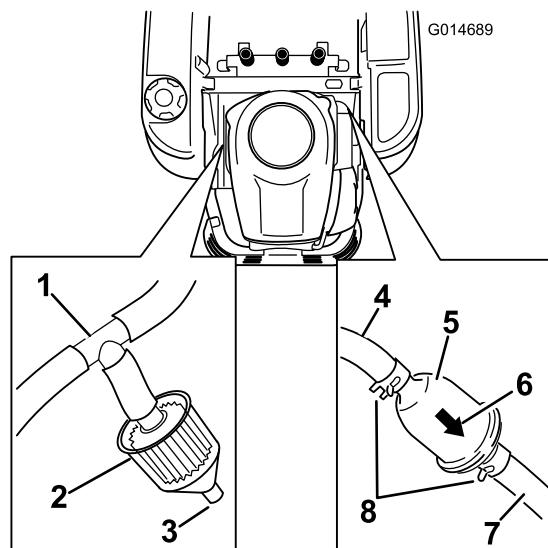

Figura 36
3. Sollevate il sedile e individuate i filtri del carburante come mostrato in Figura 36.
4. Premete le estremità delle fascette stringitubo ed allontanatele dal filtro (Figura 36).
6. Montate un nuovo filtro con la freccia della direzione del flusso proveniente dal serbatoio del carburante e rivolta verso il motore. Spostate le fascette stringitubo in prossimità del filtro (Figura 36) per bloccarlo.
Alcune macchine sono dotate di filtro delle emissioni (Figura 36) collegato ad un raccordo a T sul tubo di sfogo che esce dal serbatoio del carburante. Il filtro è progettato con un foro aperto. Il filtro deve essere periodicamente controllato. Sostituitelo se risulta sporco o intasato.